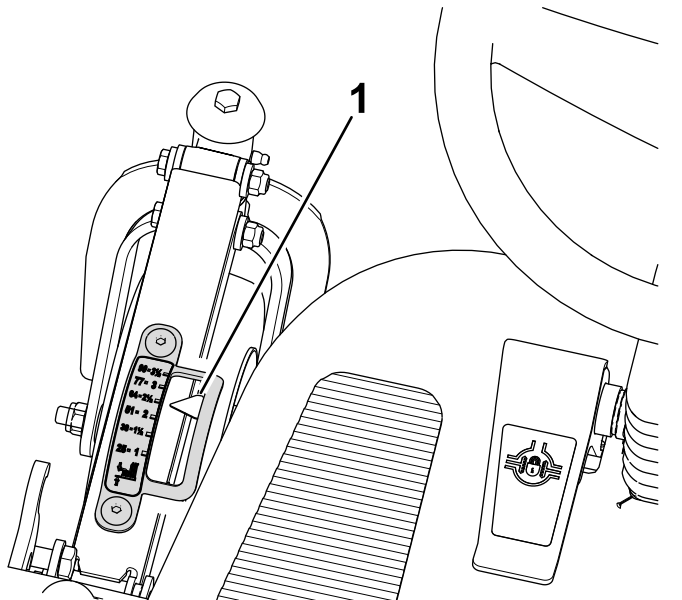
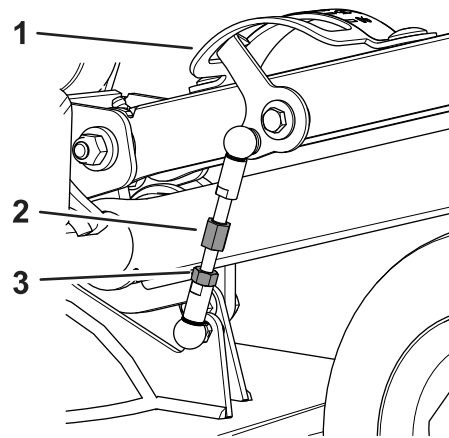

Figure 105
Figure 106
2. Asseyez-vous sur le siège de l'utilisateur, observez la flèche de l'indicateur de hauteur de coupe (Figure 105).
- A. Desserrez l'écrou de blocage qui fixe la bielle de hauteur de coupe (Figure 106).
- B. Tournez la bielle jusqu'à ce que la flèche de l'indicateur de hauteur de coupe soit en face du repère 64 mm, vu depuis le siège de l'utilisateur (Figure 105 et Figure 106).
- C. Resserrez l'écrou de blocage (Figure 106).